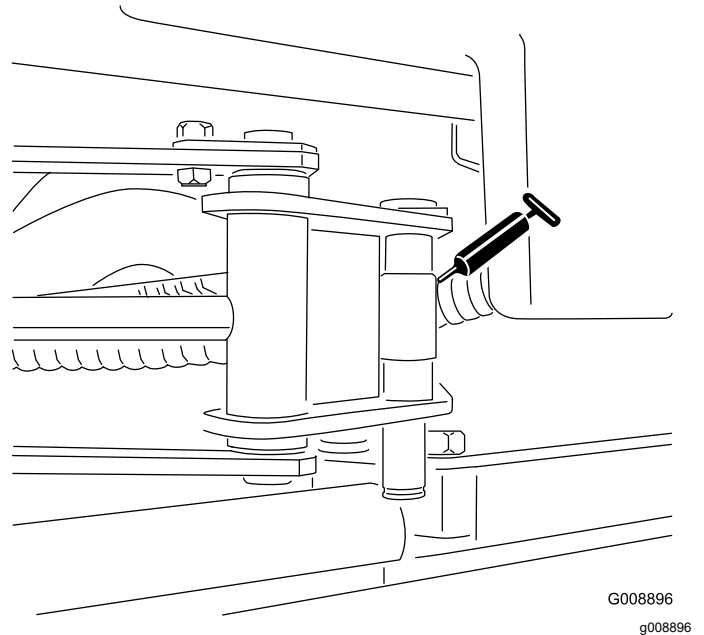

Bild 39
- SideWinder-Zylinderenden (2) (Bild 39)